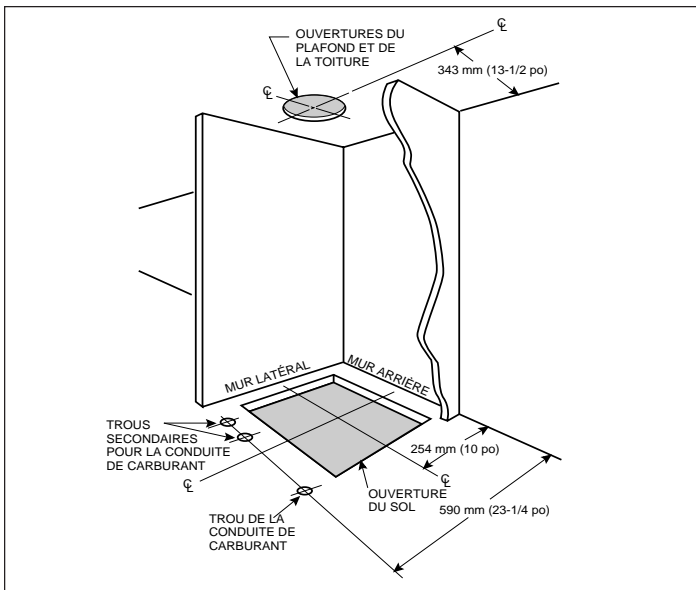

Figure 12. Placard ou alcôve
Il faut déterminer avec soin l'emplacement des ouvertures du sol, du plafond et de la toiture pour éviter le mauvais alignement du fournaise par rapport à l'entête de cheminée (voir les figures 12 et 13). Les procédures d'installation sont des suggestions pour les installations typiques de fournaise et il n'est pas nécessaire de les exécuter dans l'ordre donné.
- Déterminer l'emplacement du centre du trou de la conduite de carburant, mesuré à 590 mm (23-1/4 po) du mur arrière et à 168 mm (6-5/8 po) à gauche du centre de l'ouverture du sol (voir la figure 12) ou à 133 mm (5-1/4 po) à gauche du centre de l'ouverture du sol ou, pour l'entrée sur le côté